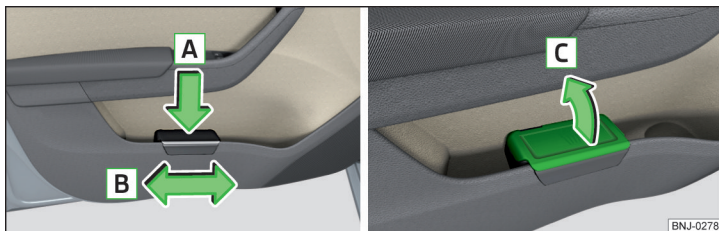

Fig. 83 Recipientul pentru reziduuri: introducerea sau deplasarea/deschiderea
- Împingeți recipientul pentru resturi în partea posterioară în sensul săgeții » fig. 83.
- Scoateți recipientul pentru resturi în sens contrar săgeții » fig. 83.
- Ridicați capacul în sensul săgeții » fig. 83.